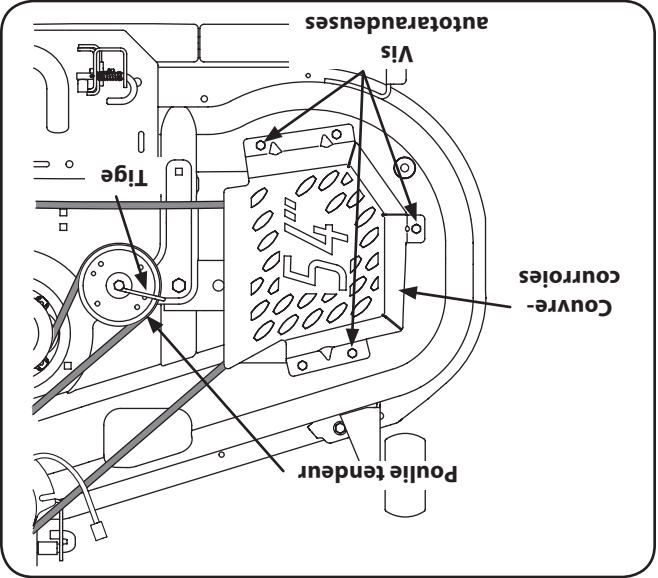

Figure 7-8
2. Retirez les couvre-courroies en enlevant les vis auto-taradeuses qui les maintiennent sur le plateau de coupe. Voir la Fig. 7-8.
3. Desserrez, mais n'enlevez pas la tige de garde de la courroie sur la poulie située près de l'arrière du plateau de coupe. Voir la Figure 7-8.